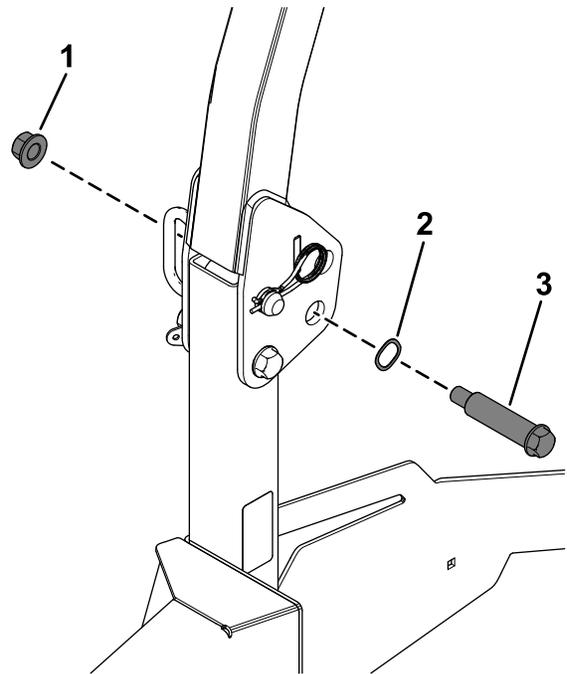

Figure 5
1. Fixez le boulon à épaulement sur l'arceau de sécurité avec une rondelle ondulée et un contre-écrou (1/2"), comme montré à la Figure 5.